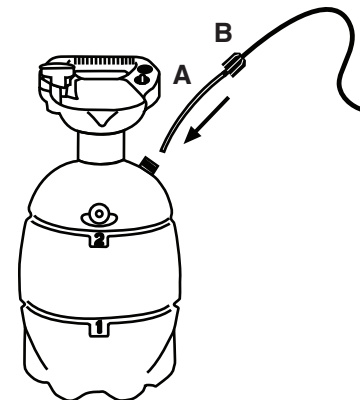

FIGURA 1
1. Introduzca el tubo de recolección (A) en la tuerca de conexión roscada (B). Después, inserte el extremo del tubo de recolección en el conector roscado para manguera que está en el reborde del tanque y apriete bien la tuerca roscada. (Figura 1)